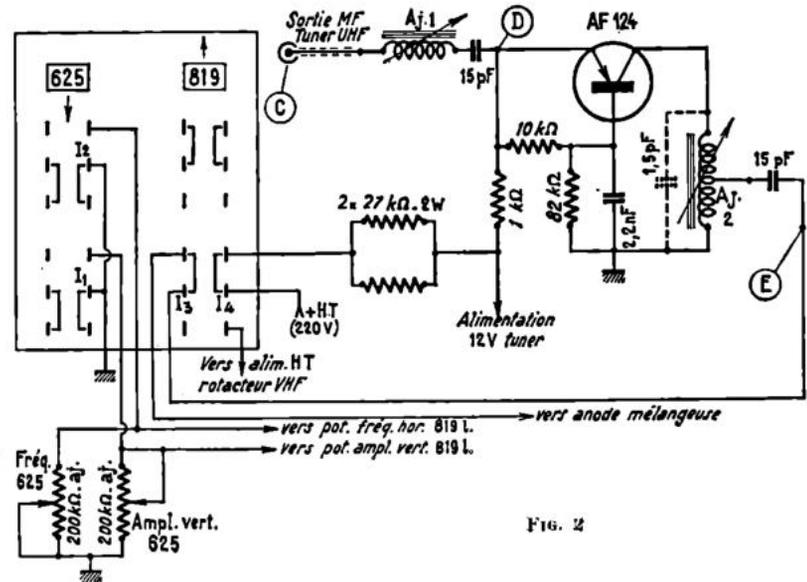

FIG. 2
FIG. 2. — Circuit d'alimentation et coupe du tube laser Hélium Néon. (Ensemble H.N.I. d'une puissance de 2,7 mW en continu.) Longueur du tube : 48 cm. A1 et A2 = anodes
Cet étage est représenté à la figure 2. On utilise ici un transistor AF124 monté en base commune. Il est alimenté sous 10 à 12 V par réduction de la HT 220 V du téléviseur dans la cellule parallèle de deux résistances de 27 kΩ 2 W. La résistance d'émetteur est de 1 kΩ. Celle de base est de 82 kΩ, découpée par un condensateur de 2,2 nF. Le signal issu du tuner et du primaire du filtre de bande incorporé à celui-ci, est transmis
1. Le problème consiste en injectant sur le point de mesure A du tuner UHF, une tension FI wobulée, à travers un condensateur de faible valeur (environ 0,5 pF), à observer la courbe sur le point E de la figure 2 et ce après détection.